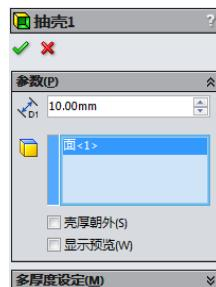

图 3-129 “抽壳”属性管理器
**02** 执行抽壳命令。在菜单栏中选择“插入”→“特征”→“抽壳”命令，或者单击“特征”工具栏中的“抽壳”图标按钮 ，此时系统弹出如图 3-129 所示的“抽壳”属性管理器。